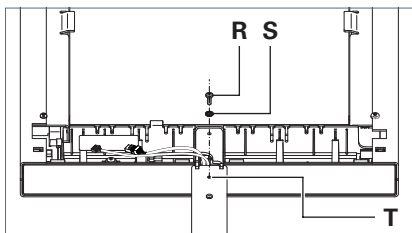

Fig. 9: Leuchtenkopf sichern.
- Schrauben Sie die Schraube **R** mit der Zahnscheibe **S** in die Bohrung **T** am Tragrohr und drehen Sie die Schraube fest, siehe Fig. 9.